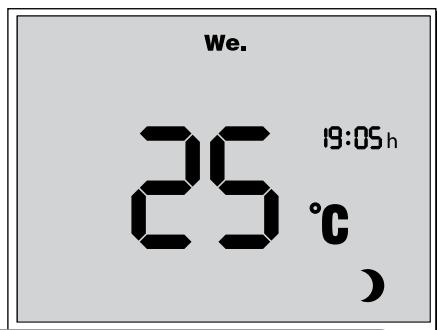

Рис. 10. Дисплей выключенной установки
- При выключенной установке (рис. 10) дисплей настенной панели управления отображает: